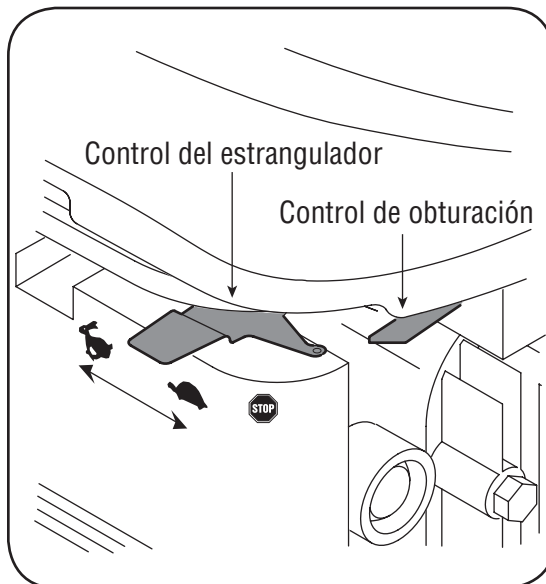

Figura 4-2
4. Mueva la palanca de control del estrangulador a la posición START/RUN (encendido / funcionamiento, representado por una liebre). Vea la figura 4-2.
5. Mueva el control del obturador hacia el control del regulador para obturar el carburador del motor. (Si el motor está tibio la obturación puede no ser necesaria). Vea la figura 4-2.